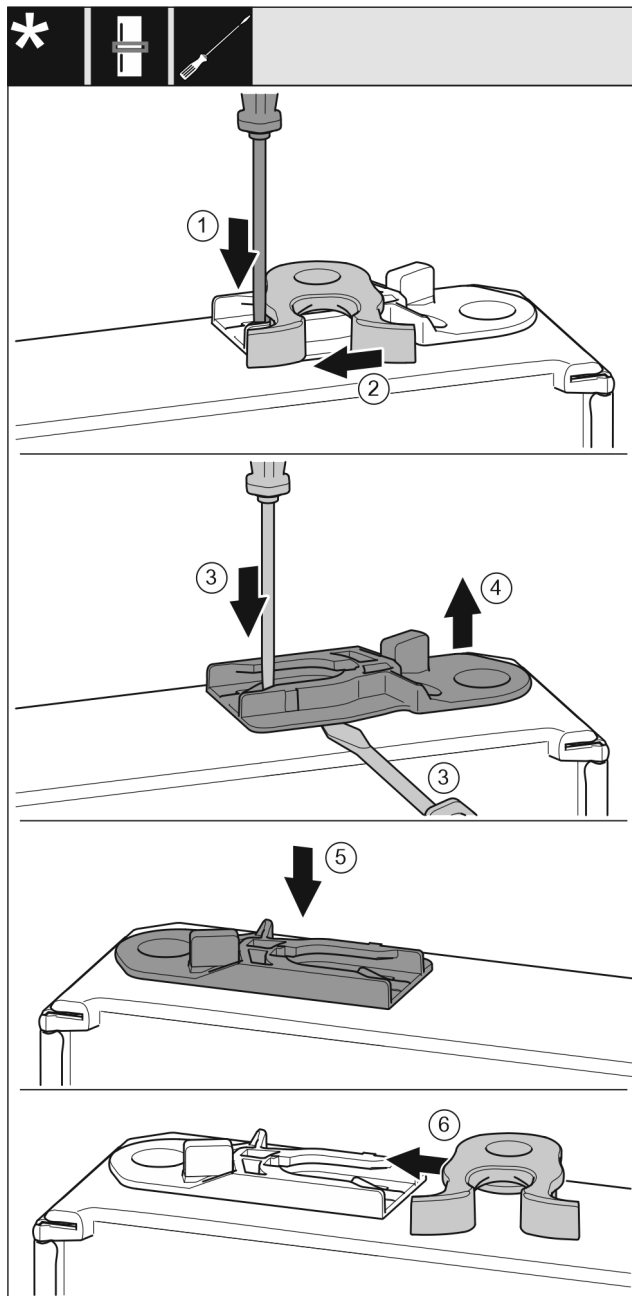

Fig. 52 *
- ▶ Spingere verso il basso la linguetta Fig. 52 (1) con il cacciavite a intaglio.*
- ▶ Estrarre il gancio di chiusura Fig. 52 (2) dalla guida.*
- ▶ Estrarre la boccola di guida Fig. 52 (3, 4): Premere la linguetta con un cacciavite a intaglio e allo stesso tempo spostare in basso la boccola di guida con il cacciavite a intaglio.*
- ▶ Inserire la boccola di guida Fig. 52 (5) inclusa nella fornitura sull'altro lato dell'alloggiamento.*
- ▶ Spingere il gancio di chiusura Fig. 52 (6) nella guida.*